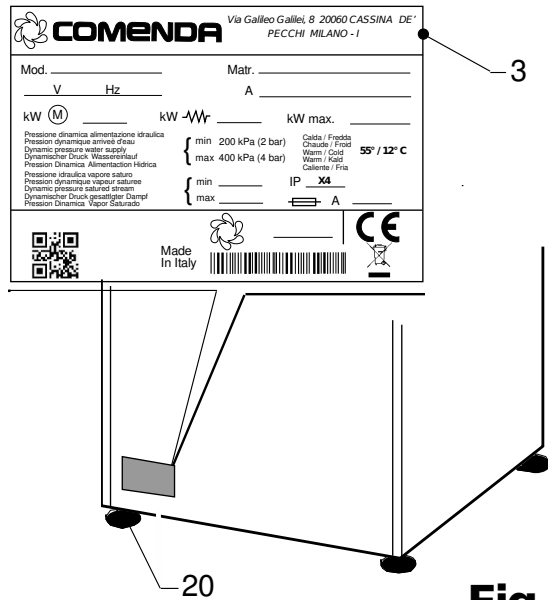

Fig. 5
3.1.с Подключение электричества (рис. 5)
- Перед выполнением электрического подключения убедитесь, что данные на линии электропередачи соответствуют данным, указанным на заводской табличке (поз.3 рис. 5), и что главный выключатель (рубильник) электропитания расположенный выше от посудомоечной машины отключен “ O ” OFF.
- Подключите кабель питания (9) к главному выключателю (рубильнику) выше по потоку от посудомоечной машины.
- Подключите эквипотенциальный электрод заземления к клемме (7).